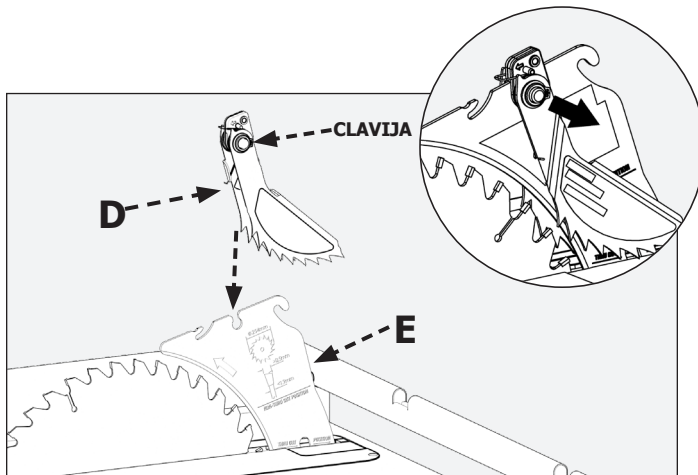

FIGURA 15
Inserte el conjunto de los trinquetes (D) en la ranura central del separador (E) tal como se muestra en la FIGURA 15 mientras presiona la clavija de accionamiento por resorte ubicada en la parte derecha del conjunto de los trinquetes.
Una vez que esté insertado, suelte la clavija de accionamiento por resorte a fin de que regrese a su lugar (FIGURA 15). Asegúrese de que esté bloqueado en su posición.